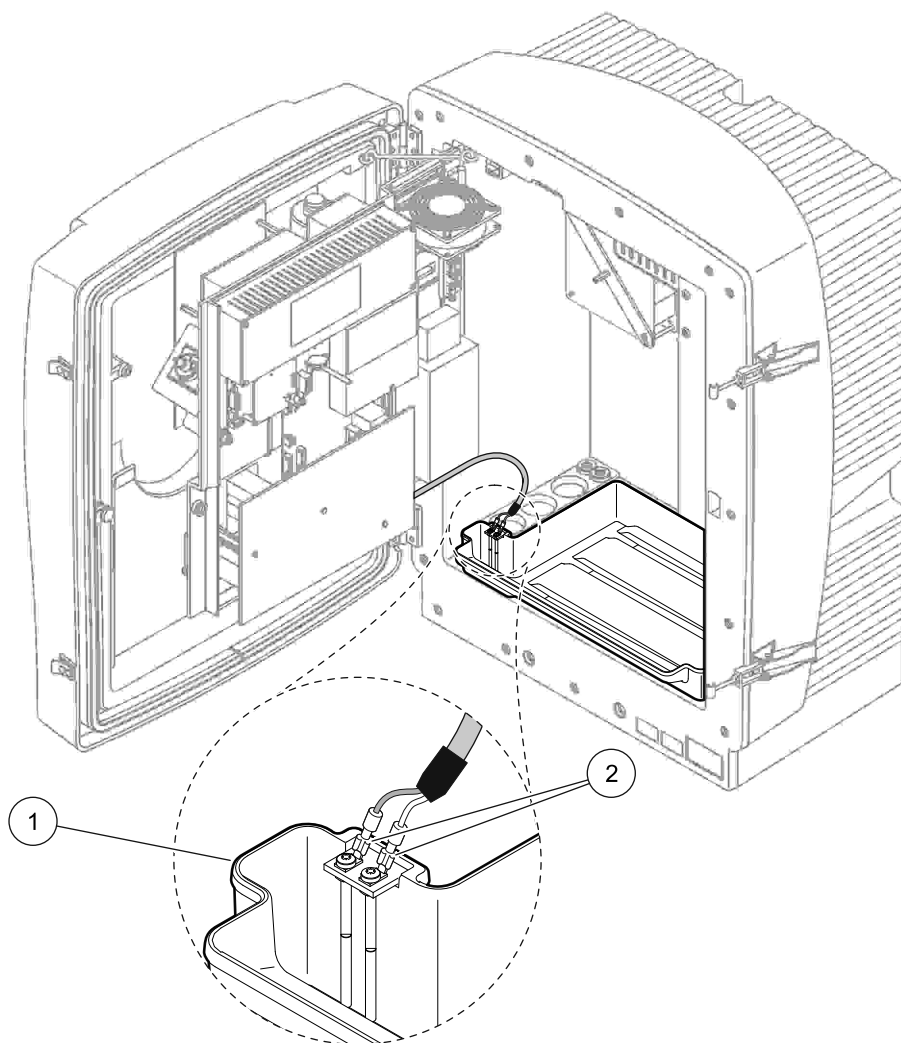

Figure 12 Branchement du capteur d'humidité
3. Branchez les fils du capteur d'humidité aux vis de borne de la cuve de collecte (Figure 12 à la page 22).